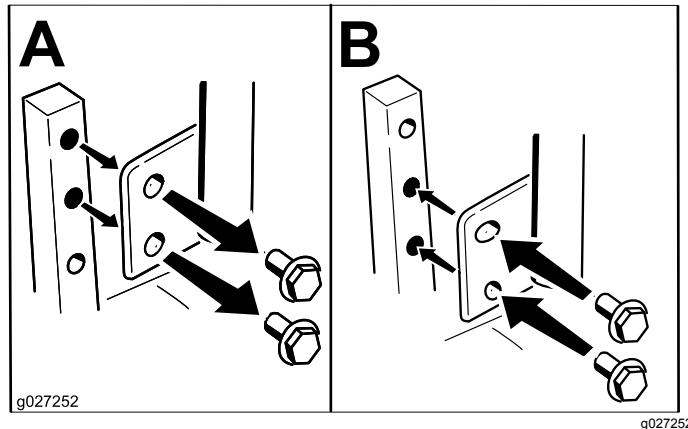

Figure 10
Vous pouvez régler la hauteur des leviers de commande de déplacement de manière à obtenir un confort maximum (Figure 10).
- Desserrez le boulon inférieur jusqu'à ce qu'il soit possible de pivoter le levier de commande en avant ou en arrière (Figure 10).